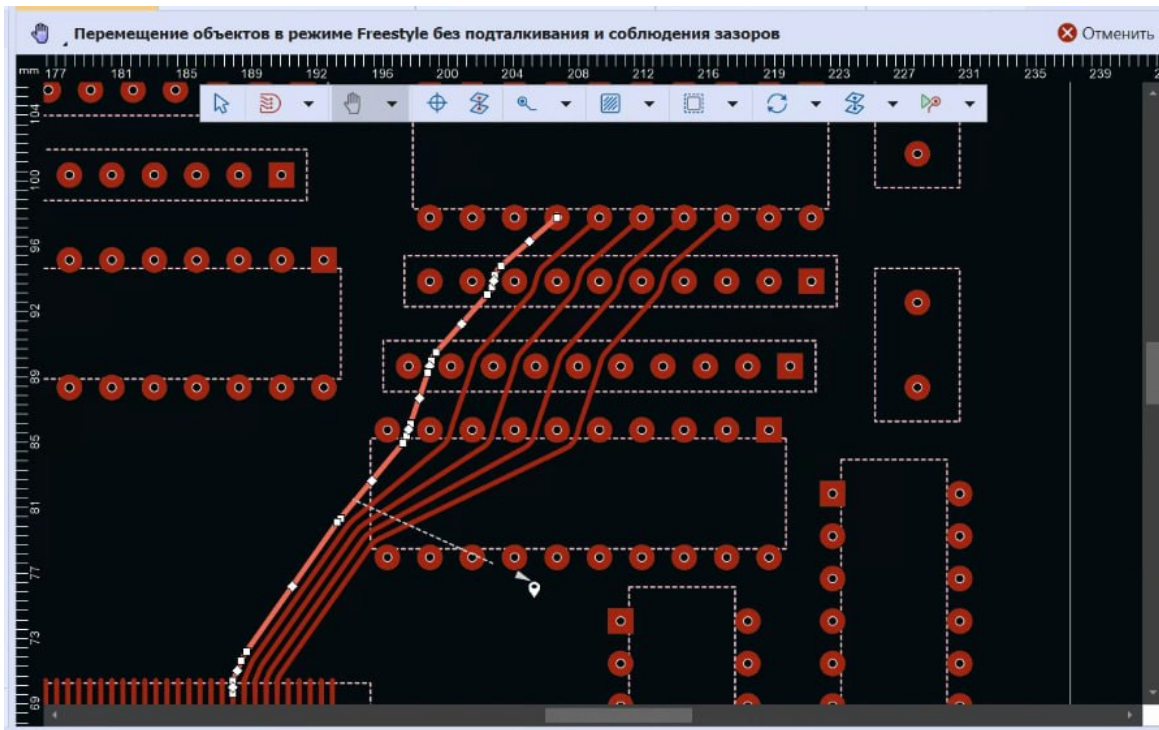

Рис. 362 Определение вектора перемещения проводника в режиме Freestyle
1.2. Выбрать точку на проводнике и направление вектора перемещения, см. Рис. 362.